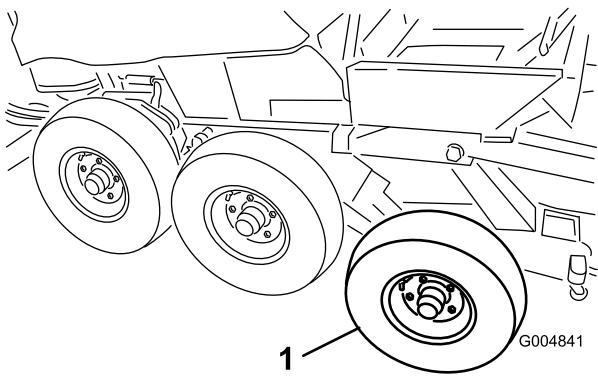

Bild 119
45. Entfernen Sie die vorderen und mittleren Reifen vom Winterkit (Bild 119).